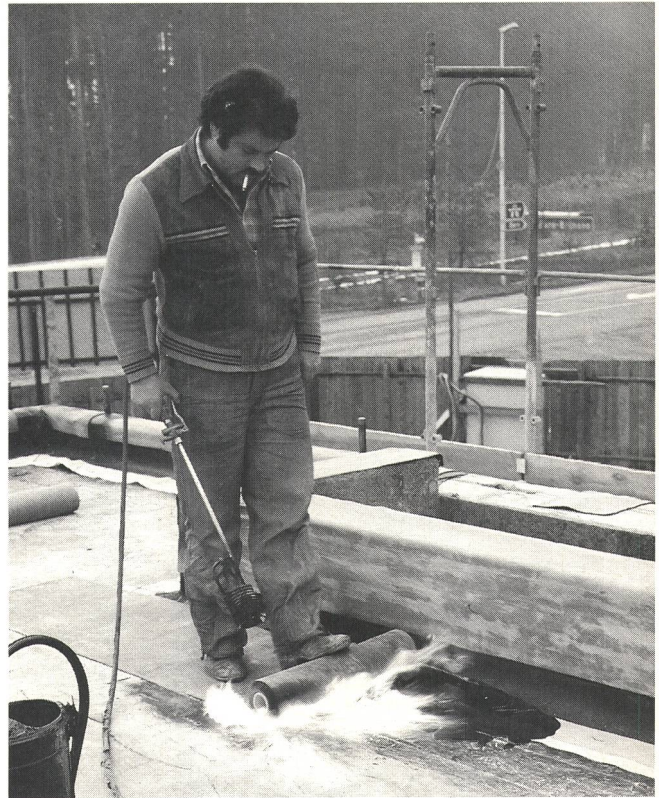

Fig. 11
- Das Schweissen einer 5 mm starken Dachhaut ist schwierig und erfordert viel Erfahrung, da der Träger der Bahn sowie die Materialstruktur zerstört werden kann. Für diese Arbeit sind nur wirklich qualifizierte Fachkräfte einzusetzen. PBD-Bahnen unter 4 mm sollten nicht geschweisst werden, obwohl die Lieferanten solche als «schweisbare Bahnen» verkaufen (Fig. 11).